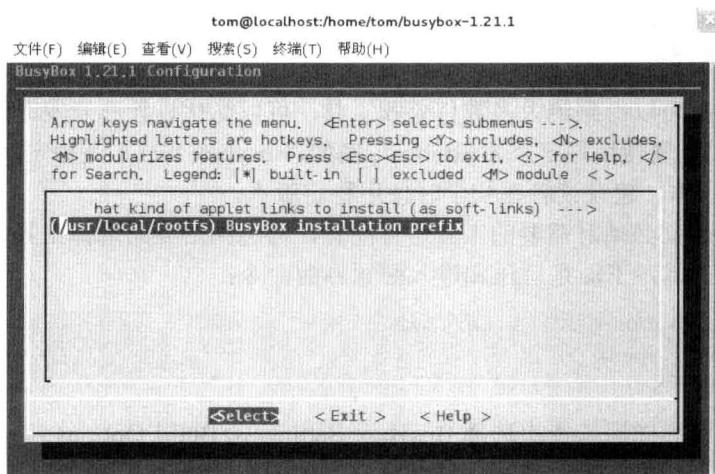

图 5.3 设置安装选项 (Installation Options)
(2) 配置安装选项，依次选择 Busybox Settings-->Installation Options-->，进入 Installation Options 窗口后设置 busybox 的安装目录为 /usr/local/rootfs，即前面创建的根文件目录，如图 5.3 所示。